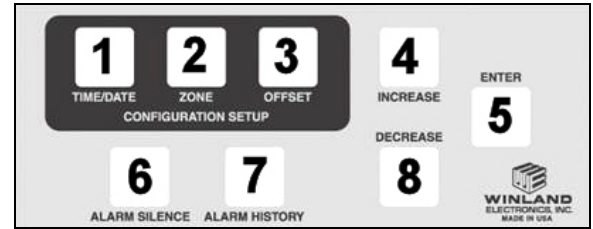

Figure 2
Press and hold the ENTER (5) and ALARM SILENCE (6) buttons (see Fig. 2) simultaneously, and then release. The "lock" icon should change to "unlocked".
Pressez et maintenez les boutons ENTREE (5) et SILENCE ALARME (6) (voir Fig. 2) simultanément et relâchez. Le symbole de fermeture devient ouvert.
Die Tasten ENTER (5) und ALARM SILENCE (6) gleichzeitig drücken (siehe Abb. 2) und dann loslassen. Das Symbol „Gesperrt“ sollte sich daraufhin in „Entsperrt“ ändern.